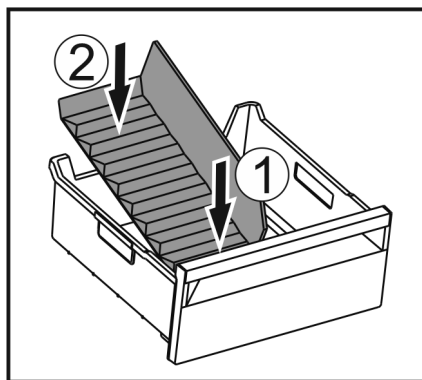

Fig. 107
- ▶ Поставете предната част на разделителя на отделението за лед. Fig. 107 (1)
- ▶ Спуснете задната част на разделителя на отделението за лед до дъното на чекмеджето. Fig. 107 (2)